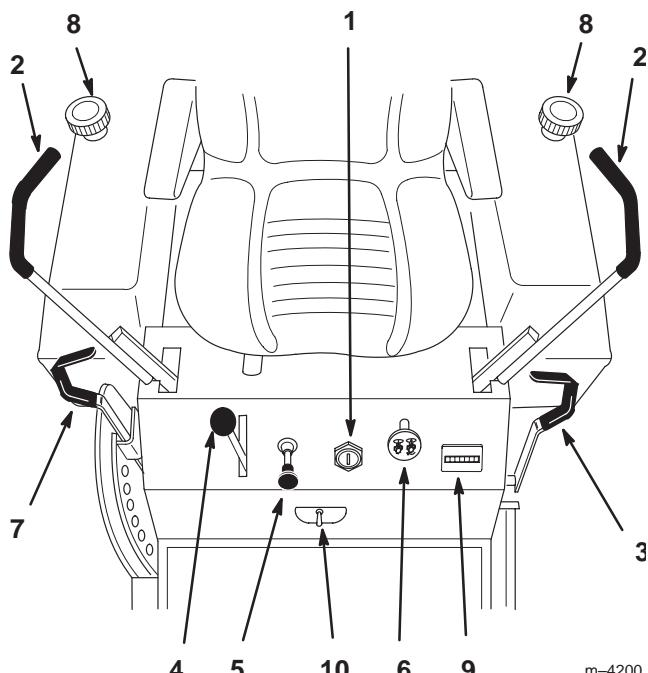

Figure 1
Avant de mettre le moteur en marche et d'utiliser la machine, familiarisez-vous avec toutes les commandes (Fig. 1).
1. Ecartez les leviers de traction (Fig. 1) vers l'extérieur en position de verrouillage au point mort.